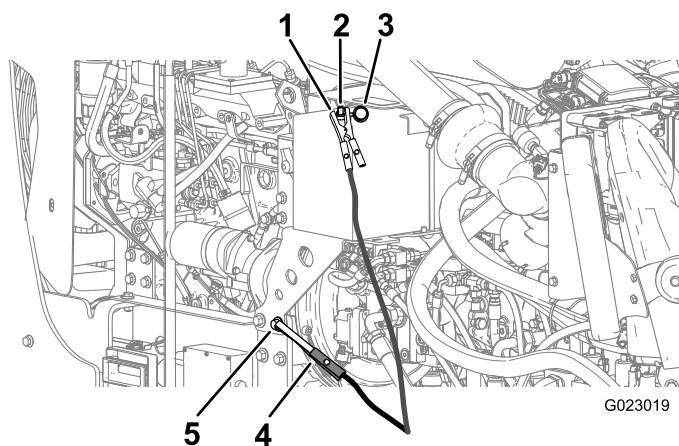

Figure 132
6. Retirez le capuchon de la borne de la batterie déchargée (Figure 132).
7. Branchez le câble de démarrage positif (+) à la borne de démarrage de secours (Figure 132).
8. Connectez le câble de démarrage négatif (-) à un point de masse, comme un boulon non peint ou un élément du châssis (Figure 132).
10. Lorsque le moteur démarre, demandez à l'autre personne de débrancher le câble de démarrage négatif (-) du châssis, puis de débrancher le câble de démarrage positif (+) (Figure 132).